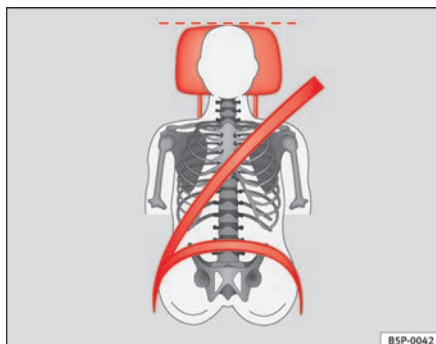
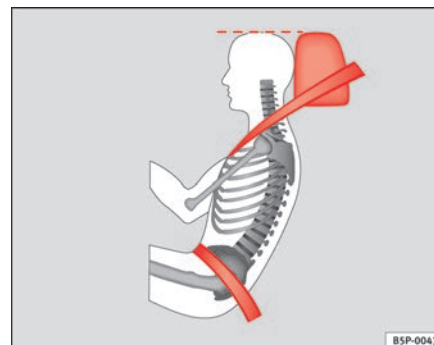

Fig. 90 Vista de frente: apoyacabezas y cinturón ajustados correctamente
Fig. 91 Vista de lado: apoyacabezas y cinturón ajustados correctamente
- Ajuste el apoyacabezas de modo que el borde superior del mismo quede a la misma altura que la parte superior de la cabeza, como mínimo a la altura de los ojos ⇒ **fig. 90** y ⇒ **fig. 91**.